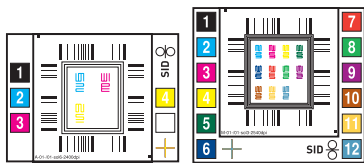

Abb. 4: LUCHS IV-Messelemente
- Stellen Sie nun den Messkopf mit der Messöffnung auf ein zu messendes Messelement (Abb.4/5).